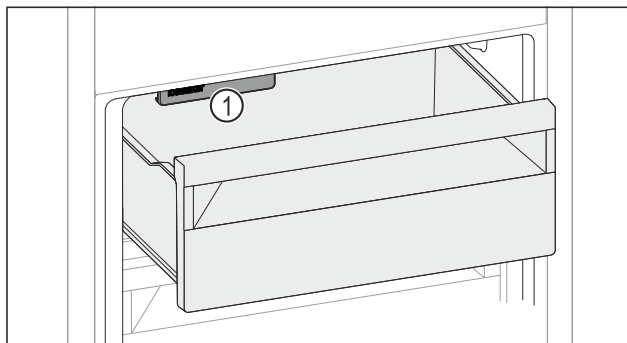

Fig. 155
- ▶ Dávejte pozor na IceMaker Fig. 155 (1).